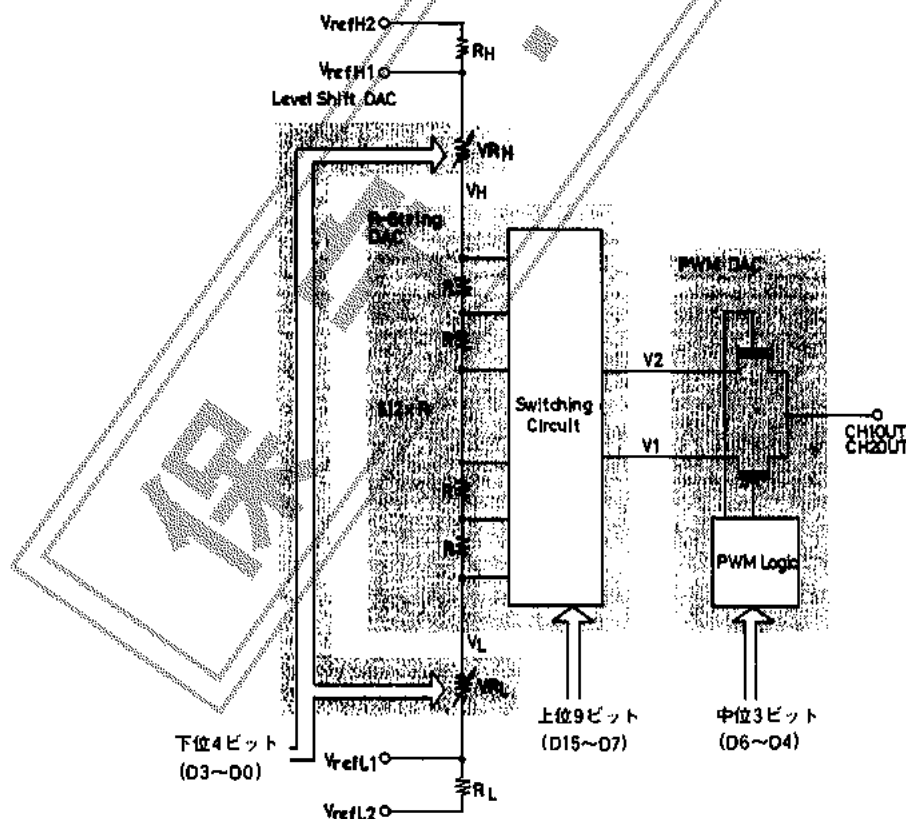

図1 LC7881のD/A変換方式
## (2) 変換動作 (図1 参照)
## (3)Vref端子 (図1参照)
LC7881に内蔵されている抵抗 $R_H$ ,  $R_L$ (図1参照)の効果で最大出力振幅は、およそ2 VP-Pに絞られる。